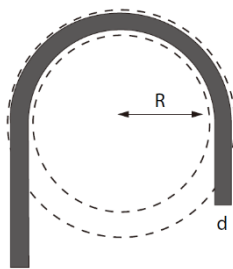

图 9 最小弯曲半径
- 在组件布线时，请始终注意最小弯曲半径（见图 9）。最小弯曲半径是电缆可弯曲的允许曲率。根据电缆类型的不同，必须应用特定的系数（电缆系数）。对于我们的直流电缆，该系数为 4；